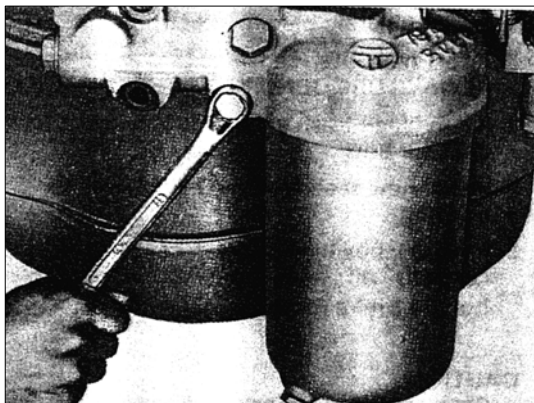

РИС. 135
- 2) Открутите крепежные болты корпуса фильтрующего элемента от блока цилиндров (рис. 135).